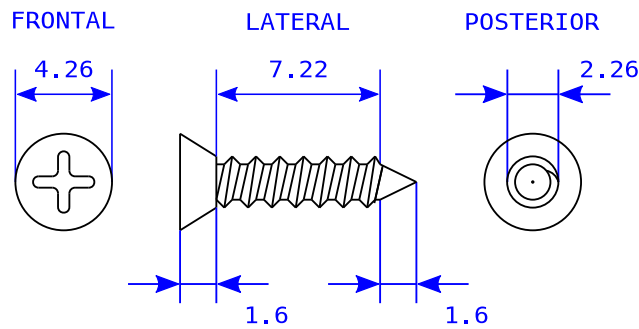

Figura 6: Datos del tornillo
- Dado el tornillo de la figura 6, calcular la fórmula del volumen en función de sus parámetros.